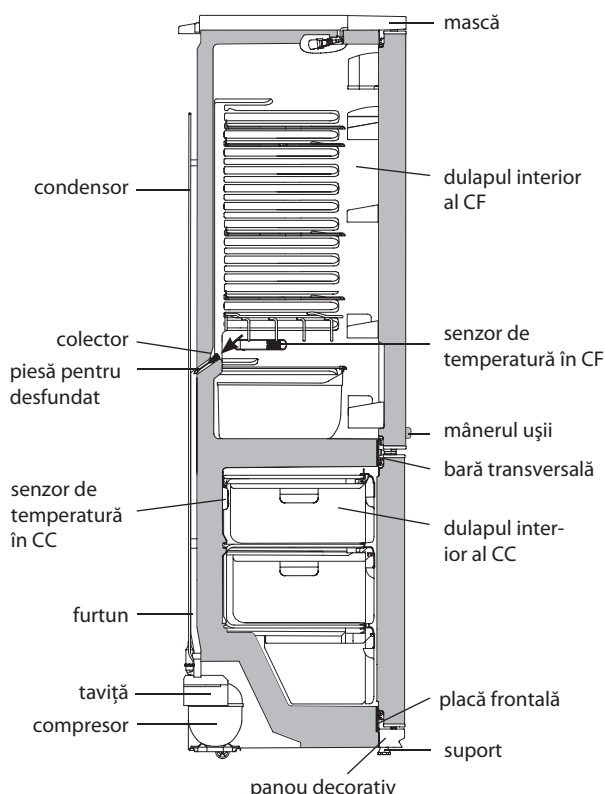
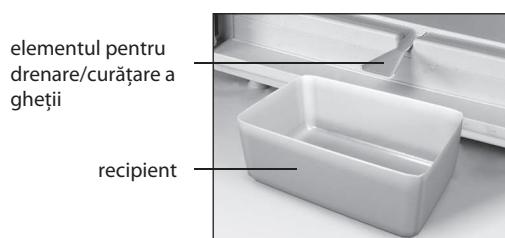

Figura 7 — Schema scurgerii apei rezultate în urma topirii din CF
Figura 8 – Colectarea apei rezultate în urma topirii din CF
5.1.1 În CF se folosește un sistem automat de dezghețare. Bruma care apare pe perețele din spate al CF, se topește în timpul ciclului de dezghețare la deconectarea compresorului și se transformă în picături de apă. Picăturile de apă rezultată în urma topirii se scurg în colector, apoi prin gaura acestuia și prin furtun - în tavița de pe compresor, în conformitate cu figura 7 și se evaporă.
Pentru eliminarea înfundării folosiți piesa corespunzătoare și curățați gaura colectorului, astfel ca apa să se scurgă liber în taviță, apoi spălați piesa și instalați-o în conformitate cu figura 7.
SE INTERZICE să utilizați frigiderul cu sistemul de scurgere înfundat. Apa care a apărut pe fundul CF sau care a ajuns în locul de alăturare a barei transversale și a dulapului interior al CF, în conformitate cu figura 7, poate provoca coroziunea dulapului exterior al frigiderului și elementelor agregatului frigorific, defectarea izolației termice, formarea crăpăturilor dulapului interior și defecțiunea frigiderului.
ATENȚIE! Nu puneți produsele în CF prea aproape de senzorul de temperatură, care este situat pe peretele drept al CF, în conformitate cu figura 7.
ATENȚIE! Nu puneți produsele în CC prea aproape de senzorul de temperatură, care este situat pe perețele din spate al CC, în conformitate cu figura 7.
- instalați în conformitate cu figura 8 elementul de masă plastică pentru drenare și orice vas recipient cu volumul de nu mai puțin de 2 litri pentru a colecta apa rezultată în urma topirii;
SE INTERZICE să decongeleți congelatorul fără utilizarea elementului pentru drenare instalat în conformitate cu figura 8. Apa rezultată în urma topirii care se scurge din cameră afară de elementul pentru drenare, pătrunzând în locul de alăturare a plăcii frontale la dulapul interior în conformitate cu figura 7, poate provoca coroziunea dulapului exterior al congelatorului și a elementelor agregatului frigorific, defectarea izolației termice, formarea crăpăturilor dulapului interior și defectarea dulapului congelatorului.